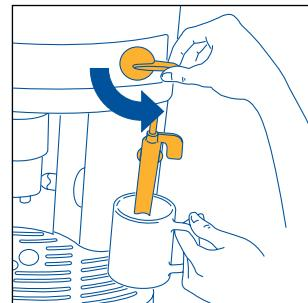
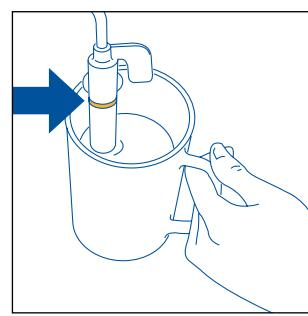

Рис. 23
Рис. 24
- Погрузите насадку для взбивания молока в емкость с молоком, рис. 23, не опуская ее ниже рельефной линии, нанесенной на насадку (указана стрелкой на рис. 24). Поверните ручку подачи пара на половину оборота до упора совой стрелки (будьте осторожны, чтобы не обжечься). Из насадки начнет выходить пар, придающий молоку кремообразный вид и увеличивающий его объем. Для того, чтобы пена была более объемной, погрузите насадку в молоко и медленными движениями перемещайте емкость сверху вниз (рекомендуется подавать пар не более 2 минут подряд).